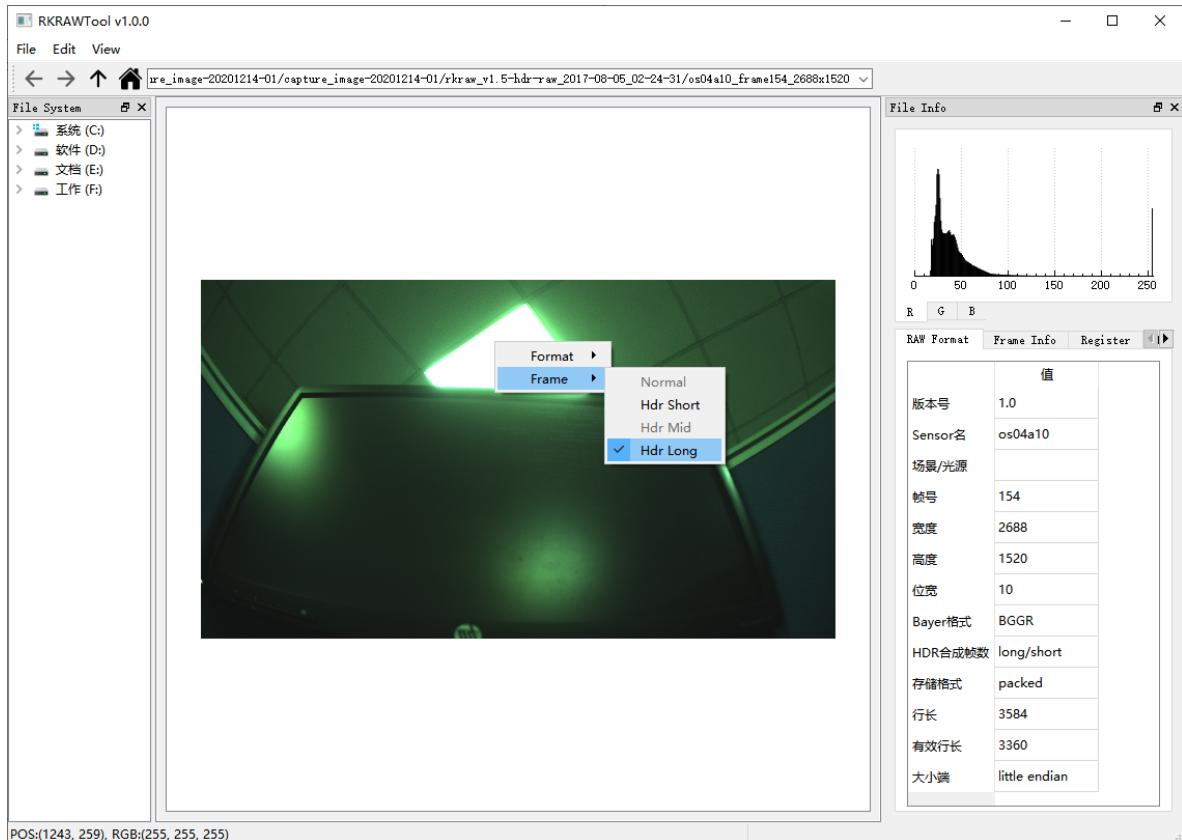

图2-5-2
2.播放窗口，右击显示区域可以切换GRAY/RGB、Normal/Hdr Short/Mid/Long(仅支持RKRawV2格式)，如图2-5-2所示；
4.显示RKRawV2格式的相关信息 RAW Format/Frame Info/Register/ISPP Register/Platform Info ,如图2-5-2所示；